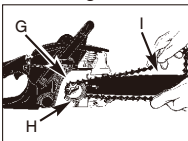

Fig. 3E
8. La kjeden gå rundt tannhullet (G) bak koblingen (H). Sørg for at linkene passer mellom tannhjulene. (Fig. 3E)
9. Før drivverkslinkene inn i sporet (I) og rundt enden av skinnen. (Fig. 3E)